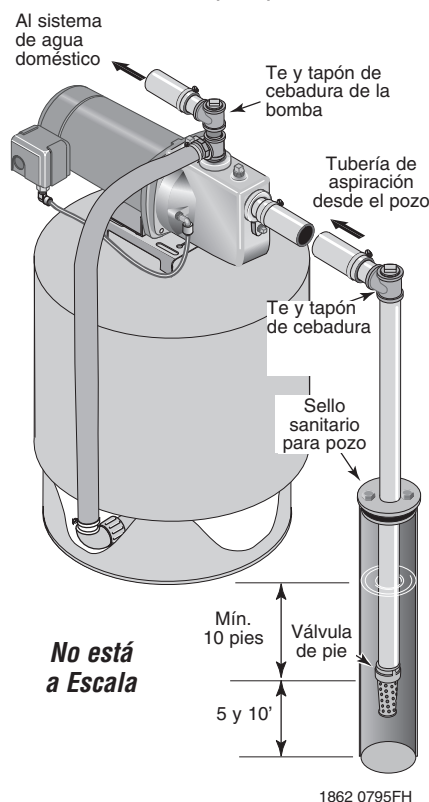

Figura 2: Instalación en pozo entubado
INSTALACION DE POZO ENTUBADO, CON UN REVISTIMIENTO DE 2 PULGADAS O MAYOR (Figura 2)
- Paso 2. Instale la válvula de pie, la cesta de aspiración y la tubería del pozo (consulte la Figura 2). Verifique que la válvula de pie funcione libremente.
Paso 4. Instale un tubo en "T" de cebar, un tapón de cebar y la tubería de aspiración a la bomba. Conecte la tubería del pozo a la abertura de aspiración de la bomba, utilizando la menor cantidad de conexiones posible - especialmente codos - ya que las conexiones aumentan la fricción en la tubería (sin embargo, incluya una válvula de pie - consulte la Figura 2). La tubería de aspiración debe ser por lo menos del mismo tamaño que la abertura de aspiración en la bomba. Utilizar cinta selladora de PTFE para roscas de tubería sobre las juntas roscadas de la tubería. Apoye la tubería para que no haya inclinaciones verticales o hundimientos en ella a fin de que no ejerza presión sobre el cuerpo de la bomba y no se incline ligeramente hacia arriba desde el pozo hacia la bomba (los puntos altos pueden ocasionar que se formen bolsas de aire que pueden bloquear la bomba). Sellar las juntas de la tubería de aspiración con cinta selladora de PTFE para roscas de tubería. Las juntas deben ser herméticas y estancas. *Si la tubería de aspiración aspira aire, la bomba no podrá sacar agua del pozo.*